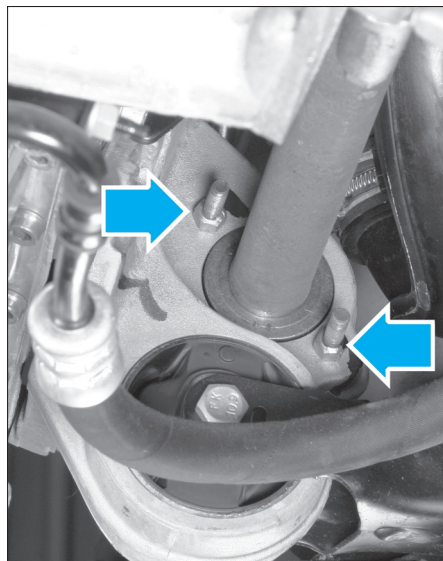

FIG. 1
- Outil d'immobilisation de moyeu (Fig.1).
- Desserrer les écrous du palier intermédiaire de la transmission droite (Fig.1).